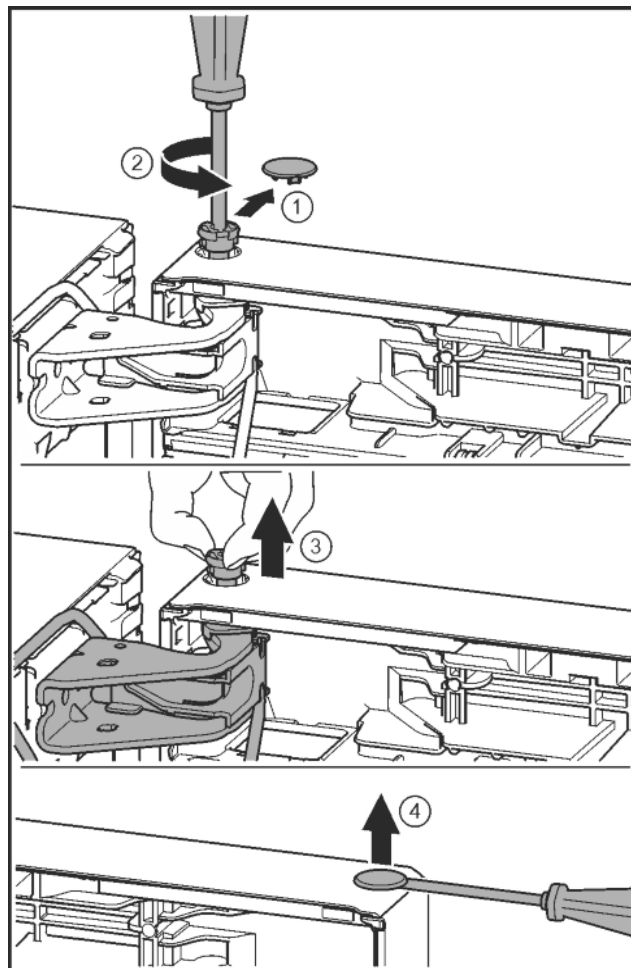

Fig. 24
- ▶ Обережно зніміть запобіжну кришку. Fig. 24 (1)
- ▶ Трохи викрутіть гвинт за допомогою викрутки T15. Fig. 24 (2)
- ▶ Притримуйте дверцята і витягніть палець руками. Fig. 24 (3)
- ▶ За допомогою шлицевої викрутки обережно підійміть пробку із опорного втулка дверцят та витягніть її. Fig. 24 (4)